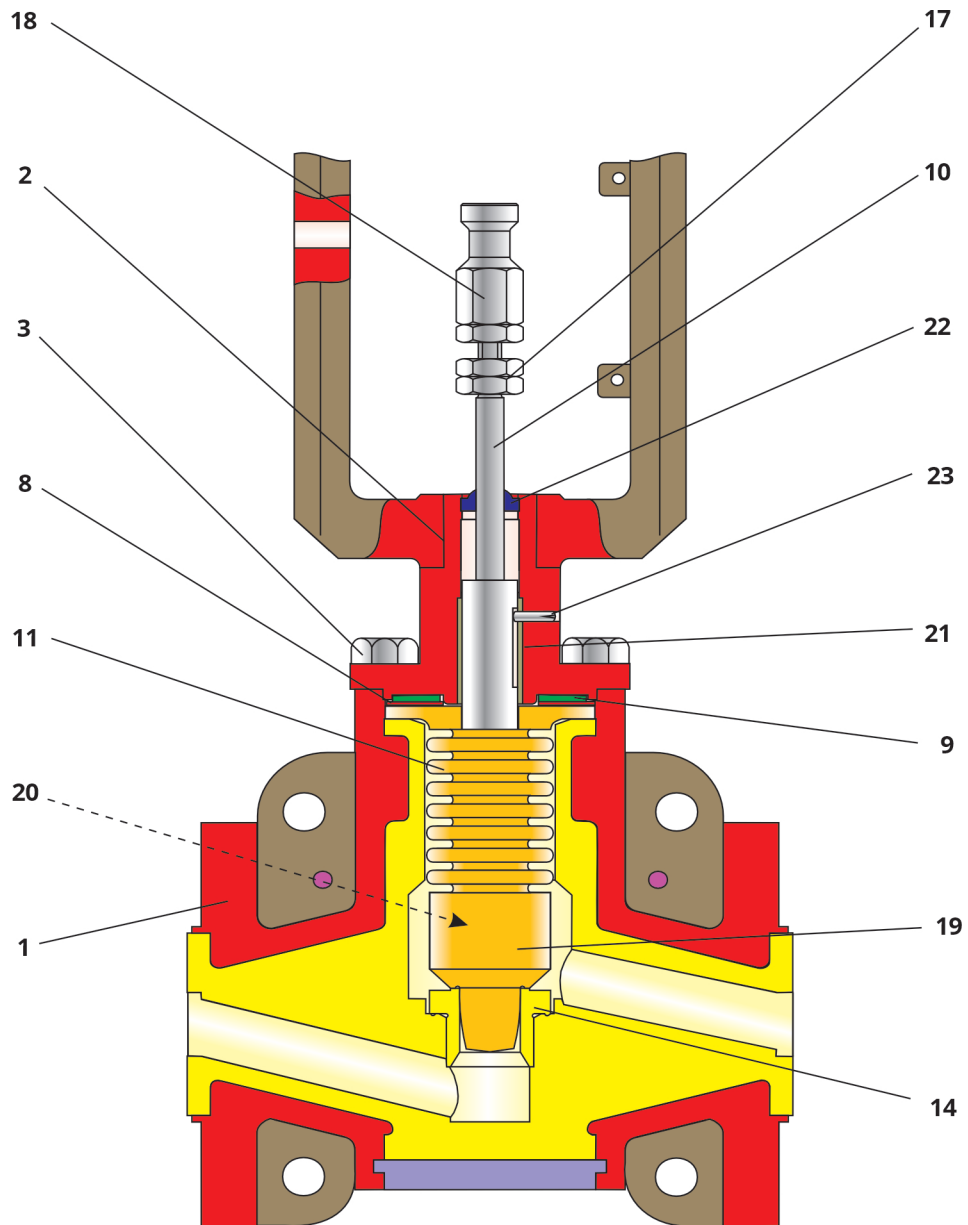

Fig. 3-2 : Vue en coupe d'une vanne microdébit à partir de l'année de fabrication 2015
- ⇒ Pousser le clapet (19) sur le soufflet (11).
- ⇒ Bloquer la connexion entre le clapet et le soufflet avec une ficelle en PTFE insérée jusqu'en butée (20). Couper le reste de la ficelle avec un couteau afin qu'elle affleure.
- ⇒ Placer la rondelle de pression (8) et la rondelle-ressort (9) sur le côté supérieur de la bride de l'unité du soufflet (11). La disposition est indiquée sur le dessin, de la figure 3-2.
- ⇒ Appliquer de la Loctite sur la douille en Glycodur (21). Enfoncer par pression la douille en Glycodur (21) dans le couvercle à collerette (2).
- ⇒ Au travers de l'alésage présent dans le couvercle à collerette (2), enfoncer la douille en Glycodur (21) d'un côté de 3 mm.
- ⇒ Enfoncer la goupille élastique fendue d'ajustement (23).
- ⇒ Mettre en place l'anneau de raclage (22) dans le chapeau du couvercle à collerette (2).